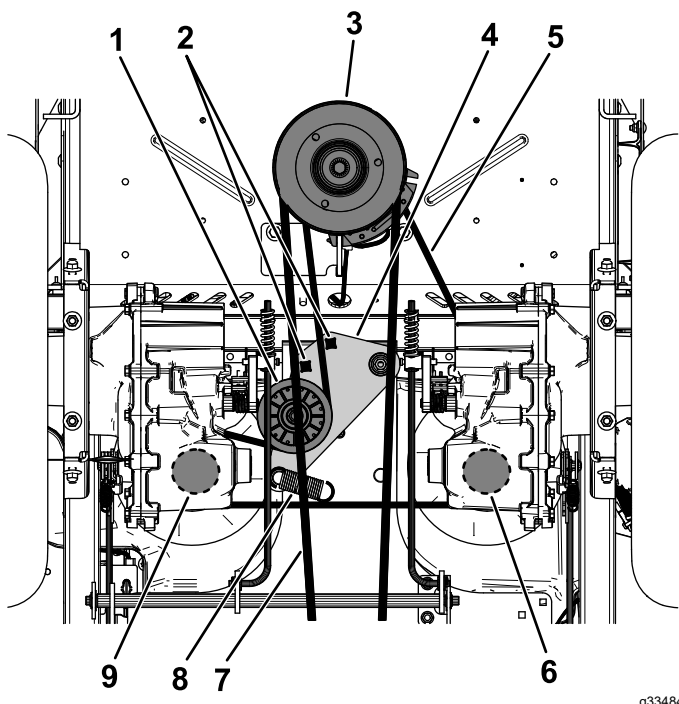

Figura 67
5. Inserite un cricchetto da $\frac{1}{2}$ " o una chiave a bussola a snodo in uno dei fori quadrati del braccio di rinvio per rimuovere la tensione della molla del tendicinghia (Figura 67).
6. Rimuovete la cinghia esistente dalla puleggia tendicinghia, dalle 2 pulegge di trasmissione della pompa idraulica e dalla puleggia del motore (Figura 67).
7. Montate la nuova cinghia attorno alla puleggia tendicinghia, alla puleggia del motore e alle 2 pulegge della pompa idraulica (Figura 67).